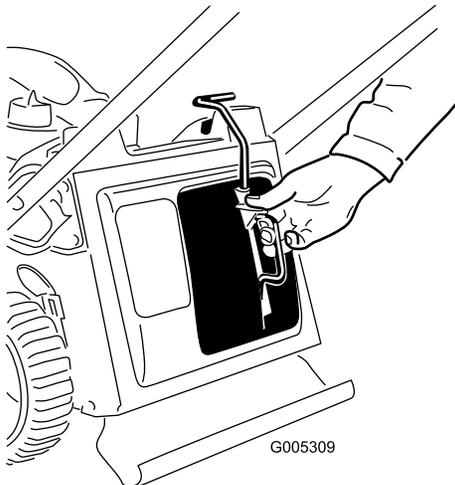

Bild 26
1. Nehmen Sie den Mulchverschluss ab (Bild 26).